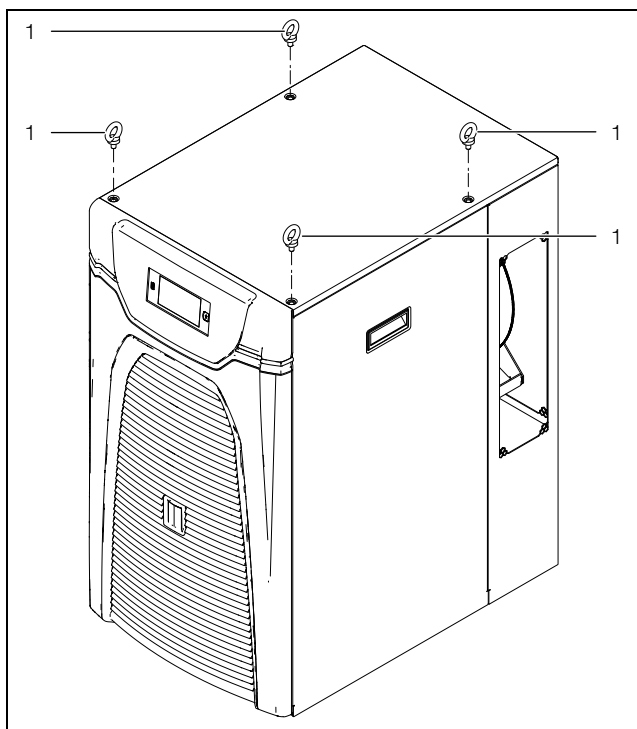

Fig. 24: Golfare a vite per il trasporto (3320200)
- Trasportare il chiller esclusivamente sul pallet fornito a corredo oppure mediante golfari di trasporto previsti a tale scopo (fig. 24, pos. 1).